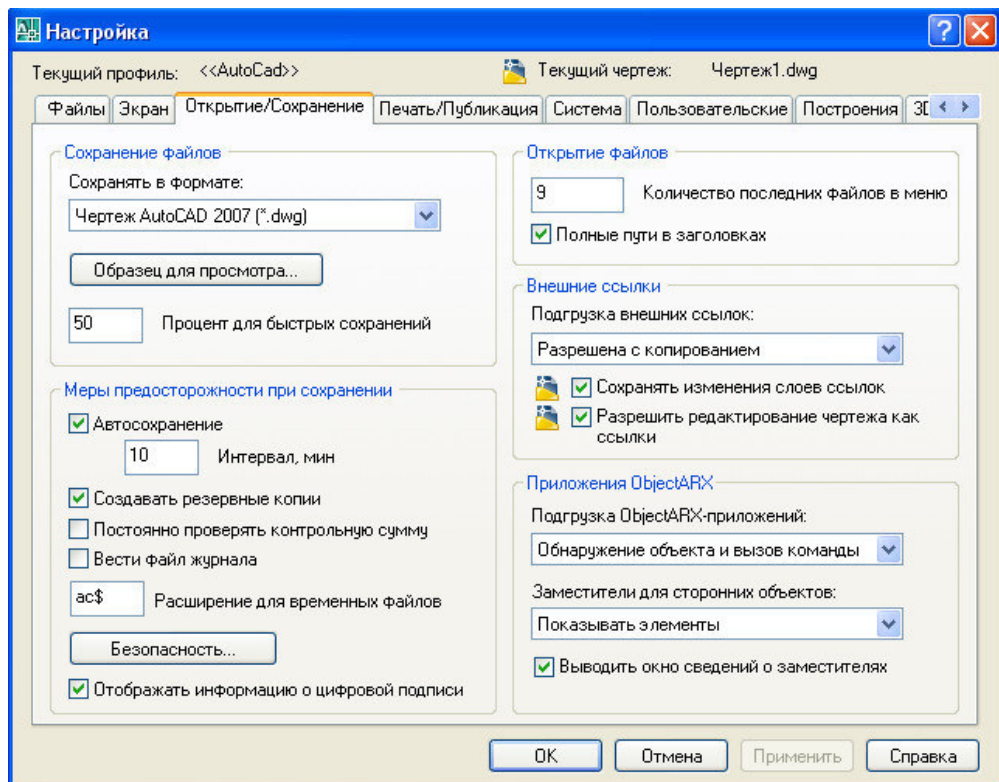

Рис.1.7. Диалоговое окно "Настройка", вкладка Открытие/Сохранение
- Открытие/Сохранение, рис. 1.7.